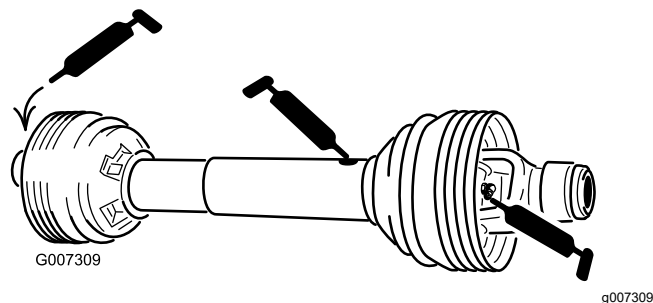

Figura 28
Veio de transmissão da PTO (3) (Figura 28)